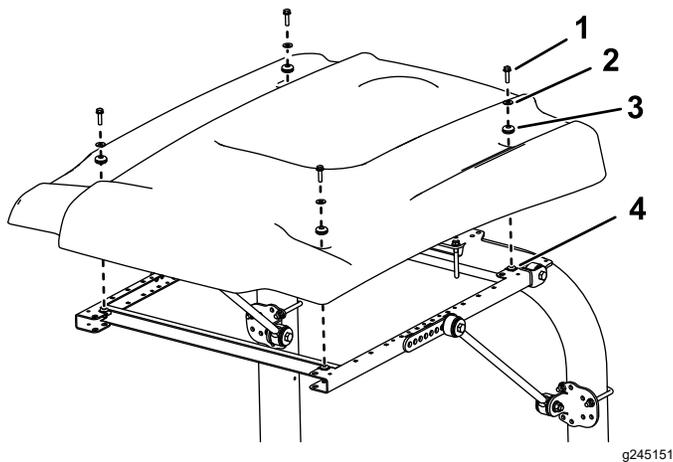

Figura 13
14. Durante l'allineamento dei fori di montaggio, posizionate il parasole sul telaio come mostrato in Figura 13.
15. Montate, senza serrarlo, ciascun angolo del parasole sul telaio con un bullone a testa flangiata (5/16" x 1 1/4") con una rondella piccola e un gommino (Figura 13).